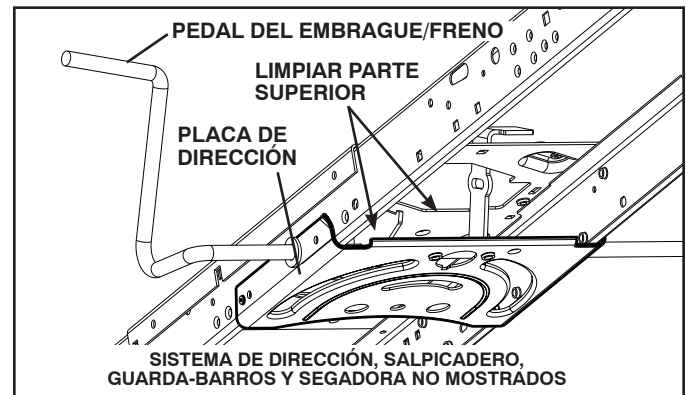

Fig. 19
- Limpie los desechos de la placa guía. Los desechos pueden limitar el movimiento del eje del pedal del freno/embrague, lo que hará que patine la correa y que se pierda la tracción. Vea Fig.19.